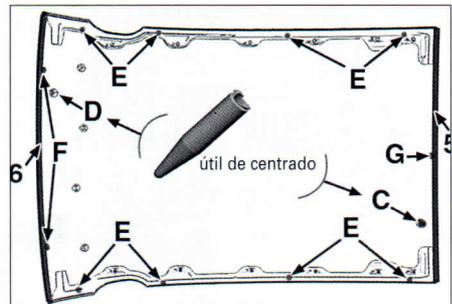

FIG. 63
- Montar los separadores de altura en los sitios previstos en (E) sobre la junta moldeada (si es necesario) (fig. 63).